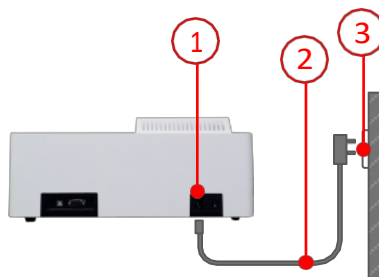

Fig. 3-1 Raccordement électrique
Vérifiez que l'interrupteur d'alimentation de l'instrument est éteint. Insérez l'extrémité femelle du cordon d'alimentation dans le connecteur d'alimentation de l'instrument (1) et l'extrémité mâle dans la prise d'alimentation (3), comme illustré à la figure 3-1.